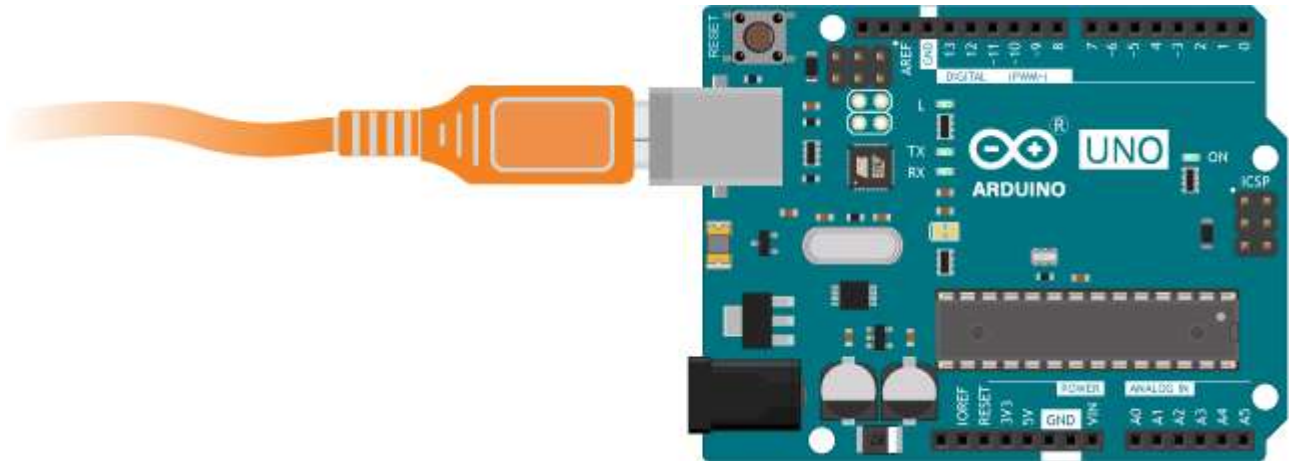

Рис.3.33 – Схема підключення плати керування Arduino Uno до ПК.
3. Підключити плату керування Arduino Uno до ПК, (рис.3.33).